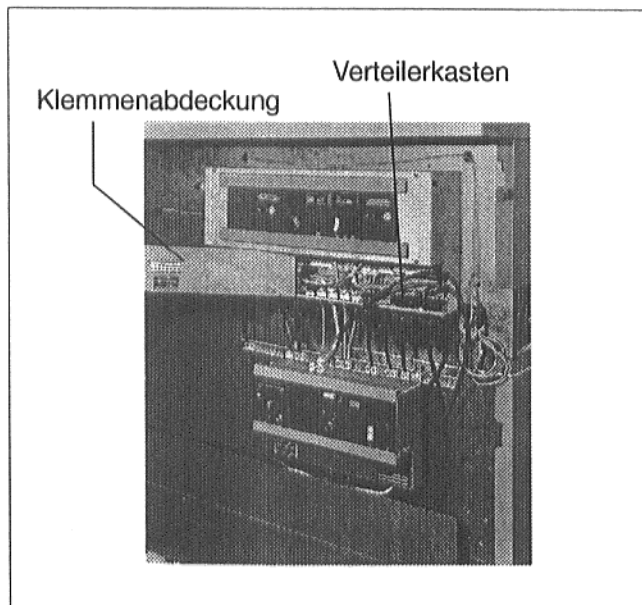

Abb. 8:
- Klemmenabdeckung vom Verteilerkasten an den 4 Schrauben abschrauben (Abb. 8).